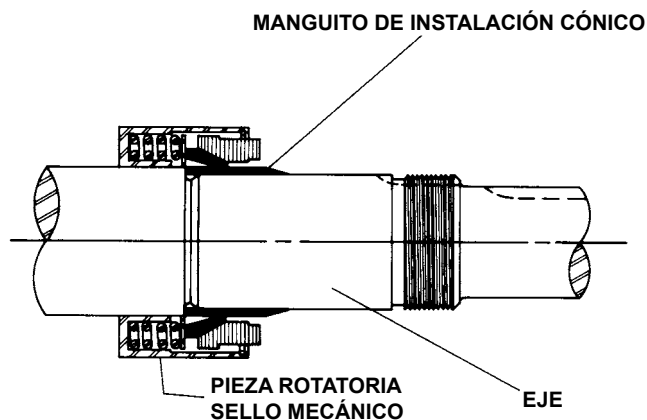

FIGURA 12
3. Coloque el manguito cónico de instalación. Ver Figura 12. El manguito es suministrado junto con los repuestos de sello mecánico de los tamaños H, HL, K, KK, L, LO y LL. Revista el eje del rotor, el manguito cónico y el diámetro interior de elemento rotatorio del sello mecánico con un poco de aceite pesado SAE 30 no detergente. Se puede utilizar Petrolatum pero la grasa no es recomendable.